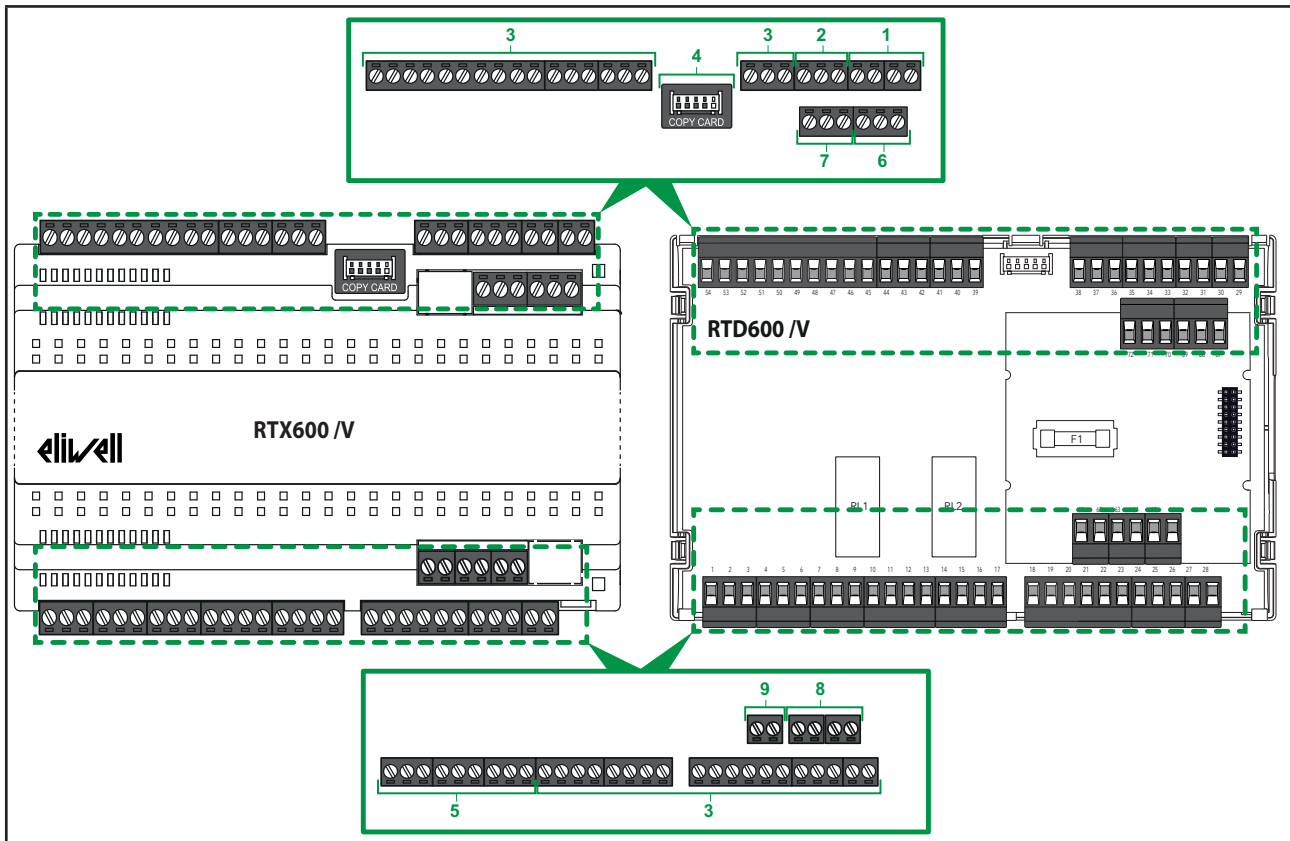

Рис. 4. Основные компоненты RTX-RTD 600 /V
**ПОМНИТЕ:** Рис. 4 на странице 16 показывает прибор RTX-RTD 600 /V со съёмными блоками клемм.